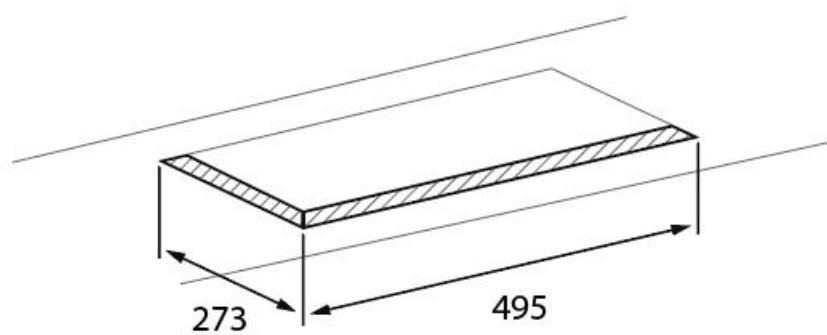

Fig 2.
2. Meça e corte uma abertura na parte de baixo do armário para encaixar a caixa do exaustor. Ver Fig 2 ~3.
6. Os filtros de carvão estão situados em ambos os lados do motor. Rodar os filtros até ficarem bem fixos (ver fig. 2).